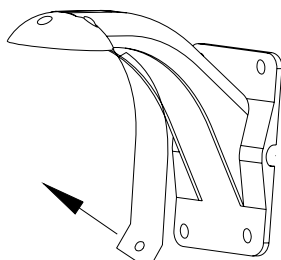

Figura 7
- 2) Saque la tapa guarda cables del soporte (vea la Figura 7).